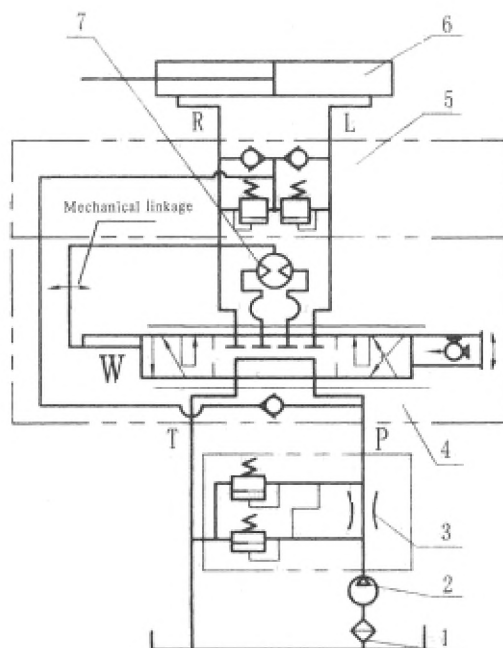

Рисунок 5-4. Принцип работы гидростатического рулевого управления.
2. Принцип работы (рисунок 5-4).